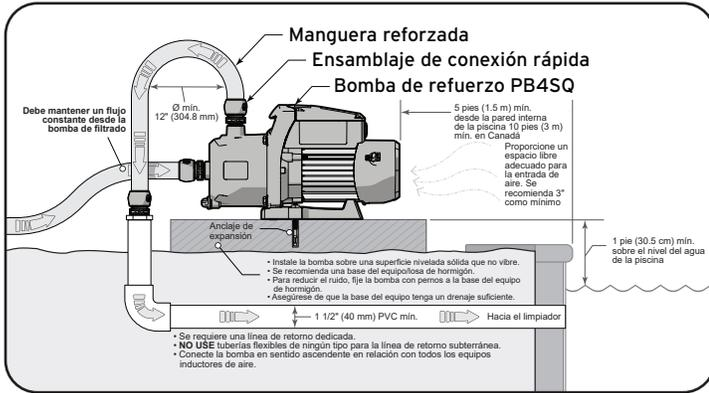

Figura 3. Requisitos de ubicación
- La bomba, junto con los demás equipos de circulación, se debe instalar a una distancia mínima de 5 pies (1.5 m) del borde interno de la piscina. Consulte la Figura 3.
- Se debe colocar la bomba sobre una base sólida que no vibrará. Consulte la Figura 3.
- Fije la bomba con pernos a la base del equipo. Esto también ayudará a reducir el ruido causado por la vibración. Consulte la Figura 3.
- La línea de retorno debe ser de PVC rígido a 1 1/2" (40 mm) como mínimo. Consulte la Figura 3
- Instale la bomba de refuerzo a 1 pie (30.5 cm) de la superficie del agua de la piscina. Consulte la Figura 3
2. Asegúrese de que la bomba esté instalada y bien sujeta a una base sólida. Consulte la Figura 3.